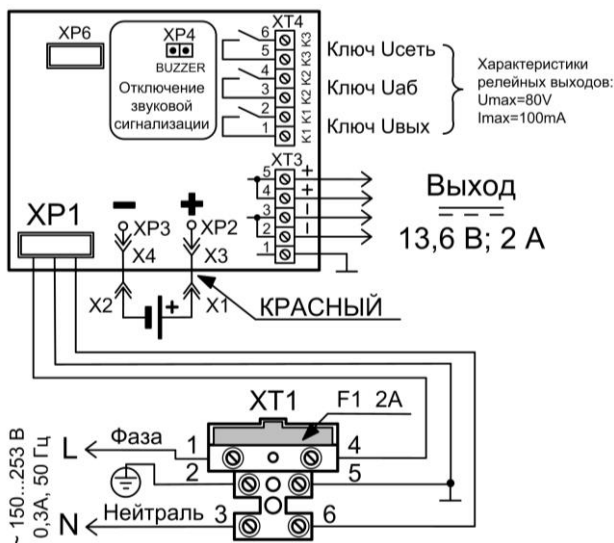

Рисунок 1 Схема подключения РИП
1.2.15 РИП обеспечивает возможность отключения звуковой сигнализации путём снятия перемычки с разъёма ХР4 (расположение разъёма показано на Рис. 1.).
ВНИМАНИЕ! При подключении внешнего питающего напряжения 220 В к сетевой колодке необходимо соблюдать правильность подключения проводов «фаза» и «нейтраль». Подключение производить в соответствии с рисунком, расположенным на внутренней стороне корпуса или в соответствии с Рис. 1 данной этикетки.
- в) подключить нагрузку к выходной клеммной колодке, соблюдая полярность (ХТ3/2,3 – «-», ХТ3/4,5 – «+»), см. Рис. 1).
ж) При необходимости организации дистанционной сигнализации наличия сетевого напряжения, выходного напряжения и напряжения батареи подключить выходы оптореле К1, К2 и К3 к шлейфам сигнализации приборов согласно Рис. 1. Состояния цепей оптореле приведены в Таблице 1.